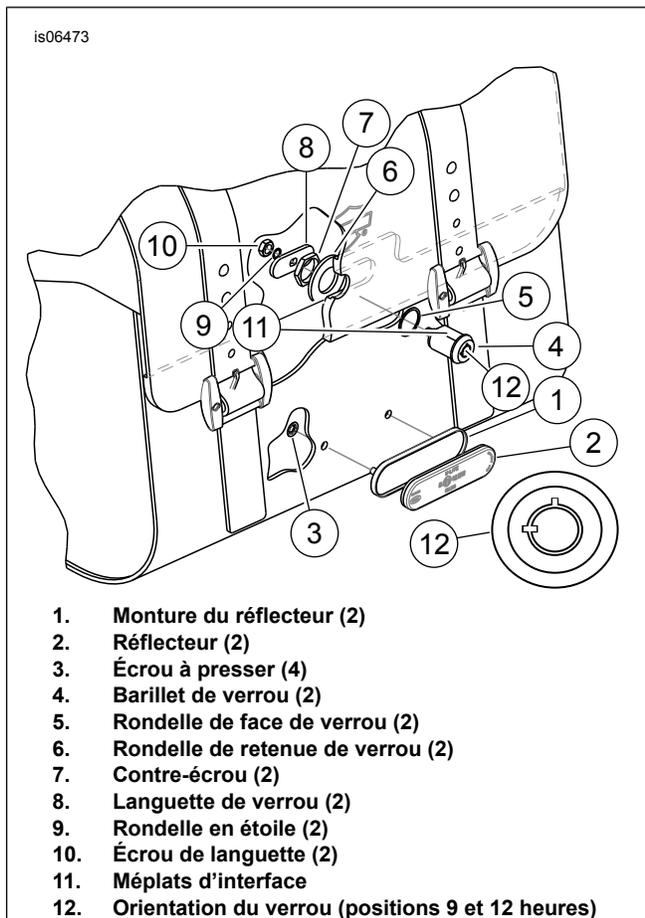

Figure 6. Installer les réflecteurs et les ensembles de verrou.
1. Voir Figure 6. Positionner la monture du réflecteur (1) au centre de la sacoche.
3. Nettoyer la surface de la monture de réflecteur (1) avec un mélange de 50 à 70 % d'alcool isopropylique et de 30 à 50 % d'eau distillée. Laisser sécher complètement.
4. Retirer la doublure du support adhésif du réflecteur (2). Positionner avec soin le réflecteur sur la monture de réflecteur. Pousser fermement pour mettre en position. Immobiliser le réflecteur en exerçant une pression constante pendant au moins une minute.
6. Poser la monture du réflecteur (1) sur la sacoche à l'aide de deux écrous à presser (3). Les écrous à presser sont installés à partir de l'intérieur de la sacoche.
3. Voir Figure 6. Enfiler la rondelle de face de verrou (5) sur le cylindre de verrou (4).
4. Poser le cylindre de verrou de telle manière que les encoches de clé sur la face du verrou (12) soient dans les positions 12 heures et 9 heures. Insérer le cylindre de verrou à travers l'orifice du rabat de sacoche et engager les méplats (11) du verrou sur ceux de l'endos en plastique de support du rabat.
5. Insérer la rondelle de retenue de verrou (6) sur le cylindre depuis l'intérieur du rabat de sacoche.
7. Poser le contre-écrou (7) sur le cylindre de verrou depuis l'intérieur du rabat et le visser. Bien serrer.
8. Retirer l'écrou de languette (10) et la rondelle en étoile (9) du cylindre de verrou installé (4). Ne pas enlever la rondelle-came de l'arrière du cylindre de verrou. Si la came tombe du cylindre de verrou, elle doit être correctement remise en place. Une installation correcte permet la dépose de la clé dans les positions verrouillée et déverrouillée. Il est possible de remonter la came en position incorrecte, c'est pourquoi sa bonne orientation doit être vérifiée avant la pose de la languette. Si la clé ne peut pas être ressortie dans l'une ou l'autre position du verrou, retourner la came et la remettre en place.
9. Poser la languette de verrou (8) sur le goujon fileté du cylindre, ainsi que la rondelle en étoile (9) et l'écrou de languette (10). Bien serrer l'écrou de languette.